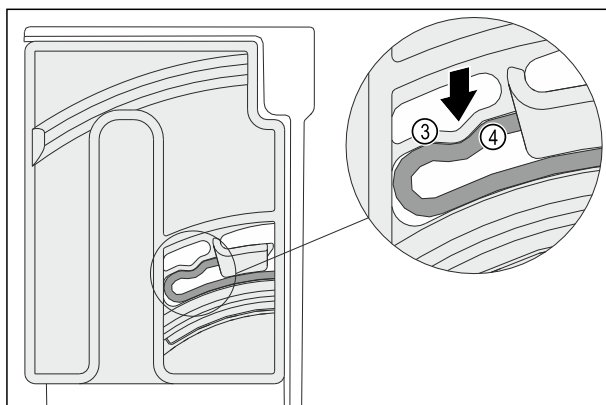

Fig. 138
- Elastičan element Fig. 138 (3) okretnu jedinicu čujno se ugavljuje u okrugli oblik žlijeba Fig. 138 (4).